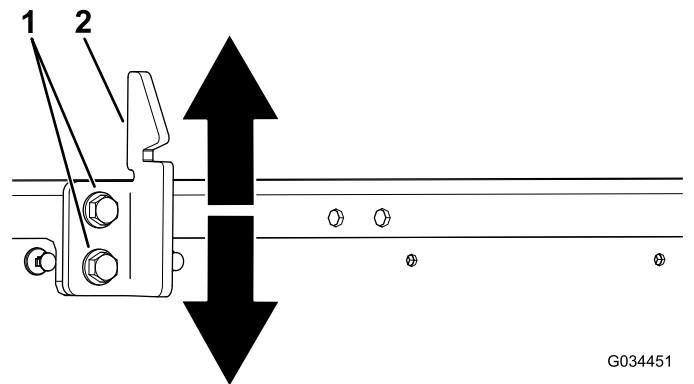

Figura 58
3. Afloje los 2 pernos del cerradero de la plataforma y mueva el cerradero hacia arriba o hacia abajo, dependiendo de si está demasiado alto o demasiado bajo (Figura 58).
4. Apriete los 2 pernos del cerradero de la plataforma (Figura 58).